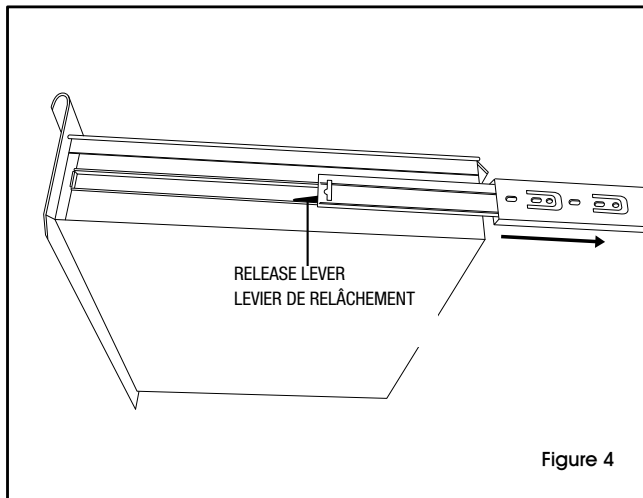

Figure 4
NOTE : Insérez les boulons dans les pattes, les pieds ajustables et dans la tablette. (Voir la figure 4, médaillon A)
1. Remove drawer slides from the outsides of the drawer. Press the drawer slide release lever to remove slides completely. (See Figure 4)